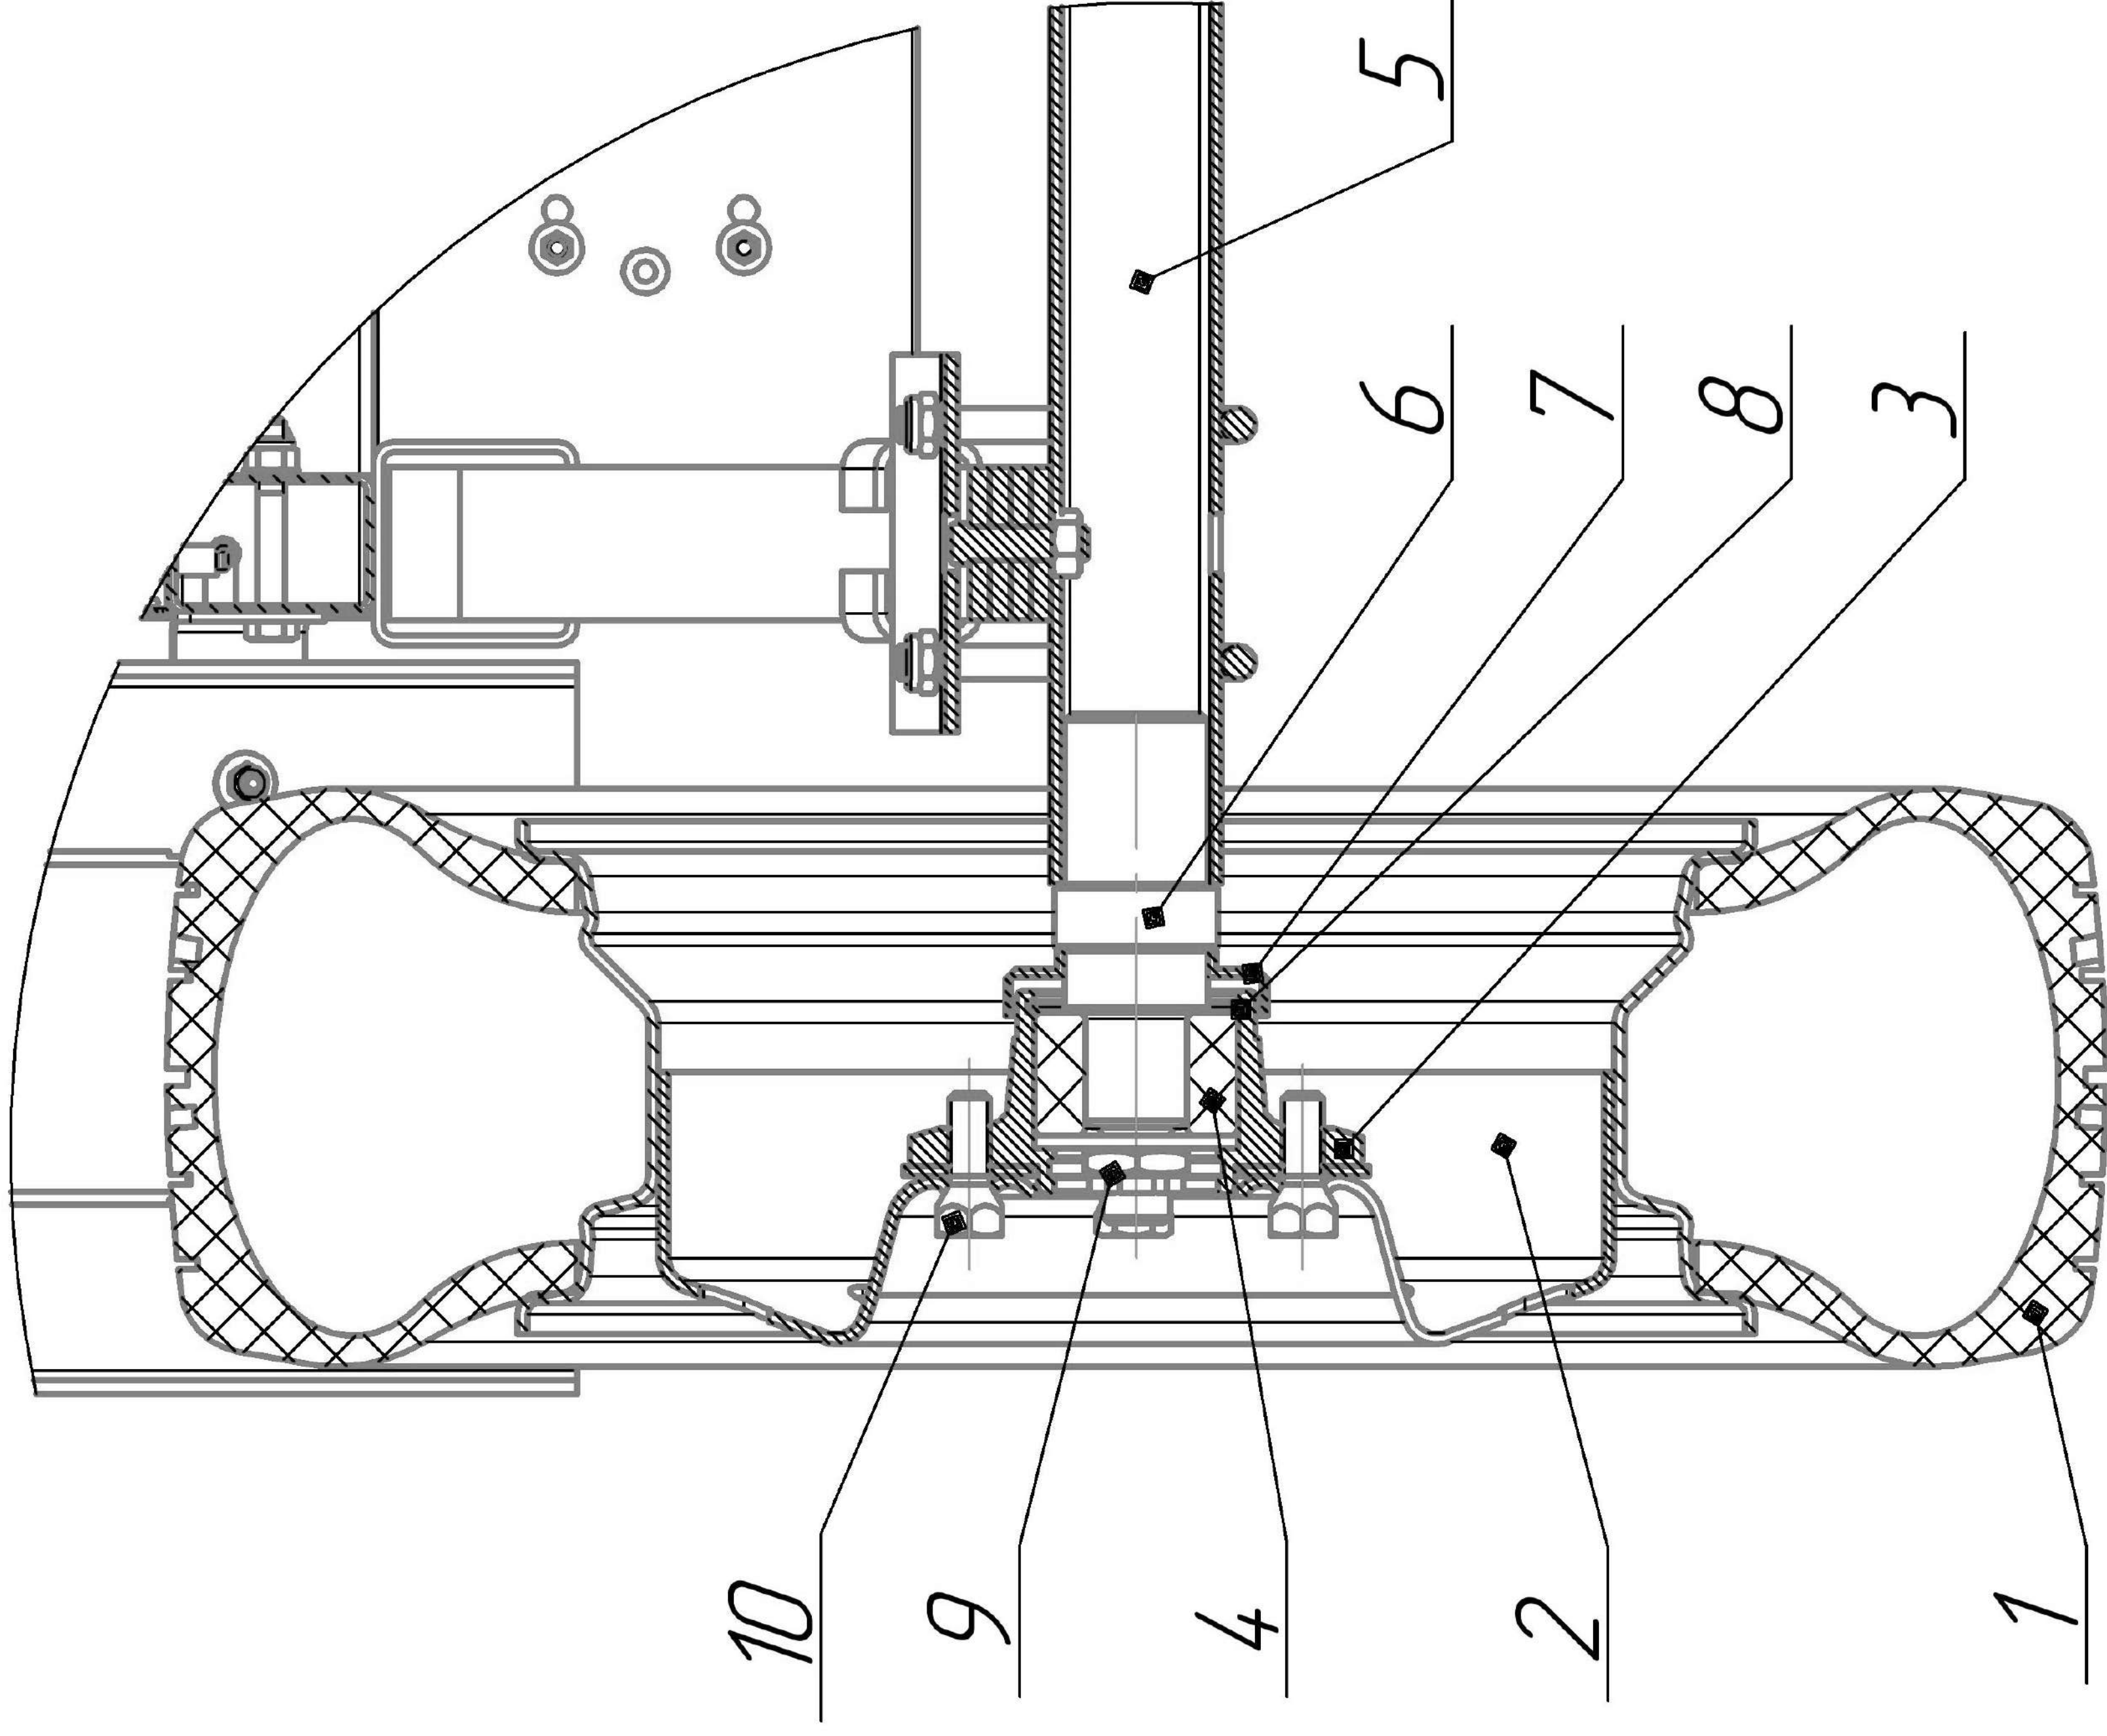

Рис. 4. Ось с колесами.
4.8. Ходовая часть прицепа (ось с колесами) (рис.4) состоит из трубчатой оси с приваренными цапфами, на которых крепятся со ступицы в сборе. Колеса при помощи колесных болтов M12*1,5 крепятся к ступицам. В ступицах оси установлен двухрядный шариковый подшипник, который не требует смазывания и обслуживания. Подшипник смазан и утоплен на весь срок службы. Запрещается регулировка подшипника. Подшипник не является полностью водонепроницаемым. Тормозная система в прицепе отсутствует.